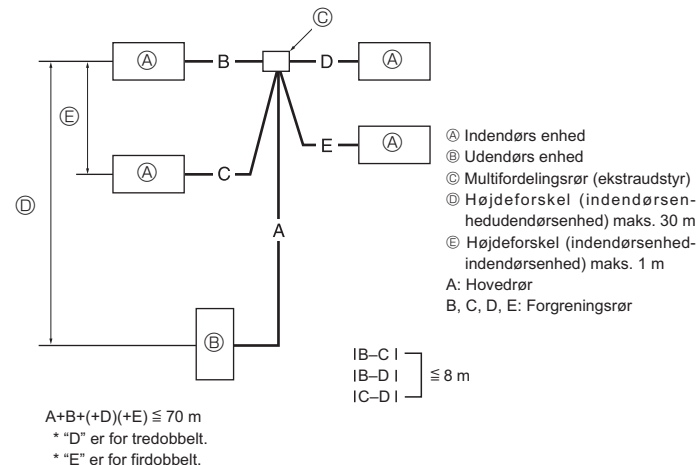

Fig. 4-9
4.7. For dobbelt/tredobbelt/firdobbelt kombination (Fig. 4-9)